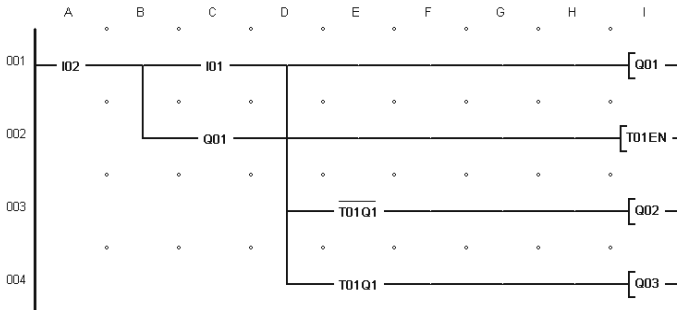

Рис. 9.7. Схема соединений №2
Схема соединений (программа, рис. 9.7). При нажатии кнопки SB1 на входе реле замыкается контакт I01 в схеме соединений, он устанавливает сигнал логической «1» на выходе Q1, что обеспечивает включение пускателя KM1. Замыкающим контактом Q01 запускается реле времени T01. Его размыкающий контакт T01Q1 в начале процесса пуска замкнут и обеспечивает по выходу реле Q2 включение пускателя KM2 при схеме соединения обмоток статора двигателя в «треугольник». По истечении выдержки времени реле T01 его размыкающий контакт размыкается, а замыкающий T01Q1 замыкается (строка 4), обеспечивая включение пускателя KM3 и схемы соединения фазных обмоток двигателя в «треугольник».
Порядок выполнения лабораторной работы. В программе EASY-SOFT в режиме **Схема соединений** собрать схему, представленную на рис. 9.7. Установить выдержку времени реле T01 на замыкание контакта 3 с. перейти в режим **Имитация**. В панели инструментов во вкладке **Принцип работы I/R** установить контакты I1 как замыкающий, а I2 как размыкающий без фиксации. Щелчком по кнопке **Показание** выбрать в открывшемся меню вывод на индикацию выходов реле (Q). Открыть вкладку **Входы I** и включить выполнение режима **Имитация**. Щелкнув по изображению контакта I1 во вкладке **Входы I**, наблюдать в панели свойств последовательность изменения состояний выходов Q1-Q3.